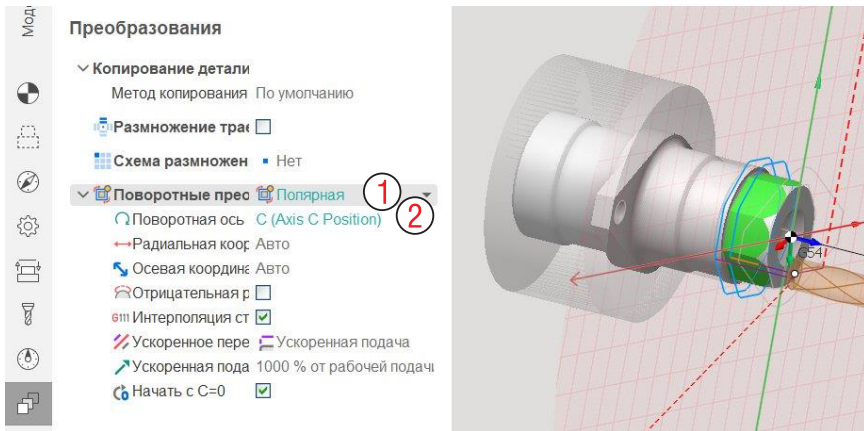

Рис. 11-3. Задание полярных преобразований.
На вкладке **Преобразования** параметр **Поворотные преобразования** переключите на значение **Полярная** (1 на рис. 11-3). Обратите внимание, что система правильно определила поворотную ось – это ось C (2).